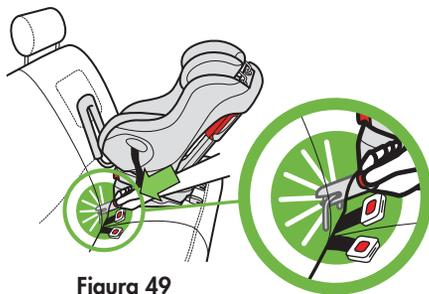

Figura 49
- Alinee el conector LATCH con el sujetador LATCH inferior del vehículo y presione el primero contra el segundo hasta que escuche que el conector se trabe, como se muestra en la **figura 49**.